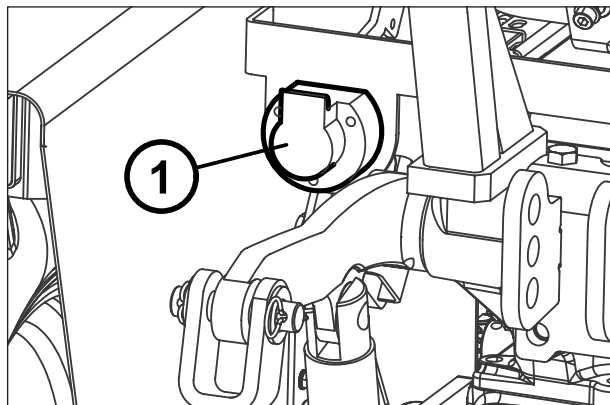

Fig. 134
En la parte trasera del tractor está montada una toma de corriente de 7 polos para la conexión del circuito luces del remolque (1) Fig. 134.